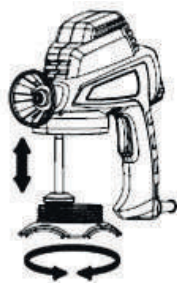

Рис. 3
3. Присоедините емкость с жидкостью к пистолету (Рис.3).